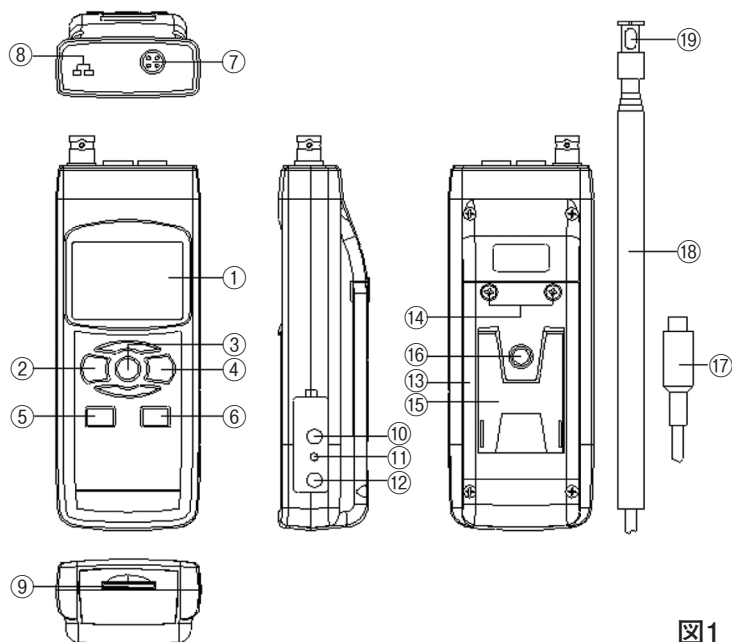

図1
まず初めに、データロガー等の機能を有効にするために、現在時刻等の設定等を行う必要があります。POWER(電源)ボタン(②、図1)を押して、本器の電源を入れます。また、このボタンを2秒以上長押しすると電源が切れます。
電源を入れた状態でSETボタン(⑤、図1)を2秒以上長押しすると「SET dAtE」と表示部(①、図1)に表示され、「初期設定」モードに入ります。そしてNEXTボタン(③、図1)を一回ずつ押す毎に下記の7つの設定画面に切り替わります。
備考: 「初期設定」機能を実行中にESCボタン(②、図1)を押すと、「初期設定」機能が終了し、通常測定画面に戻ります。
(1) ENTERボタン(④、図1)を1回押します。▲ボタン(⑥、図1)または▼ボタン(⑤、図1)を押して、値を調整してください。希望する値を設定し、再度ENTERボタン(④、図1)を一度押すごとに、次の値の調整に移ります。最初に年(yyyy)の値を設定し、次に月(mm)の値を設定し、さらに日(dd)、時間(h)、分(m)、秒(s)へと移行します。
(2) 最後に、ENTERボタン(④、図1)を一回押します。
- (1) ▲ボタン(⑥、図1)または▼ボタン(⑤、図1)を使用して上段に表示されるテキストを「bASIC」または「Euro」に設定します。
- (2) 最後に、ENTERボタン(④、図1)を押します。
- (1) ▲ボタン(⑥、図1)または▼ボタン(⑤、図1)を使用して上段に表示されるテキストを「yES」または「no」に設定します。
(2)最後に、ENTERボタン(④、図1)を押します。
(1)▲ボタン(⑥、図1)または▼ボタン(⑤、図1)を使用して表示部(①、図1)左下に表示される値を「K」または「J」に設定してください。
(1)▲ボタン(⑥、図1)または▼ボタン(⑤、図1)を使用して下記のいずれかの値に設定します。
(2)最後に、ENTERボタン(④、図1)を一度押します。
- (1) ▲ボタン(⑥、図1) または ▼ボタン(⑤、図1) を押して、上段に表示されるテキストを「yES」または「no」に設定してください。
- (2) 上の値を「yES」に設定し、ENTERボタン(④、図1)をもう一度押すと、画面には「yES Ent」というテキストが表示されるので、本当にSDカードのフォーマットを実行する場合はもう一度ENTERボタン(④、図1)を押し、確定してください。SDカードのフォーマットが行われ、SDカードに保存されている既存のデータが消去されます。
上の値を「no」に設定し、ENTERボタン(④、図1)を押した場合、SDカードはフォーマットされません。
- (1) POWER(電源)ボタン(②、図1)を押して本器の電源を入れます。
- (2) 本器は、以下の2つの測定モードを選択することができます。
FUNC. ボタン(③、図1)を長押しすると、以下の測定モードに順番に切り替えができます。
- (1)風速センサーを準備し風速センサープラグ(⑰、図1)を風速センサー入カソケット(⑦、図1)に差し込んで下さい。
- (2)POWER(電源)ボタン(②、図1)を一度押して本器の電源を投入して下さい。
- (3)本器測定モードを「An」風速測定モードに設定し約10秒待って下さい。モード設定方法は8ページの6-(2)を参照して下さい。
- (4)測定機能の選択
風速モードを確認してRECボタン(④、図1)を長押しして測定したい機能の単位(m/s、km/h)を選択しボタンから指を離して下さい。
センサープローブ部(⑬、図1)の部分を持ち、プローブを引き伸ばします。この時、センサーコードが動くので注意してください。
センサープローブ部(⑬、図1)の部分を持ち、プローブをゆっくり縮めます。この時、センサーコードが動くので注意してください。